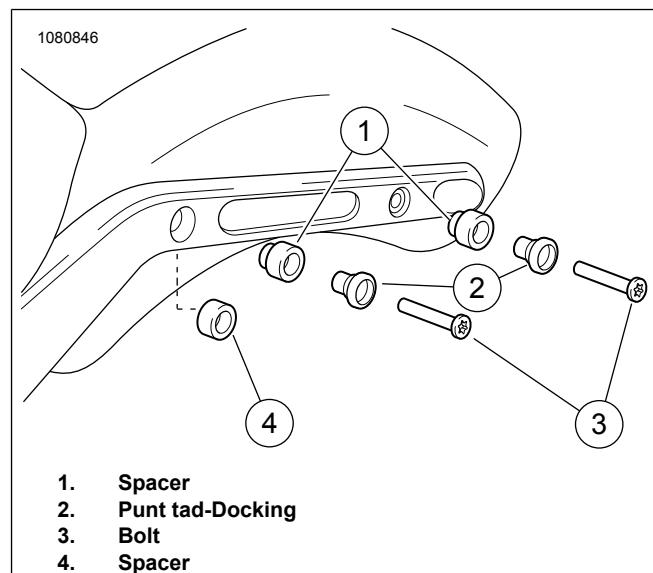

Figura 3. Punti tad-Docking tal-Fender Strut
1. Ara Figura 3 . Installa l-spacer (1) u l-punt tad-docking (2) fuq l-fender strut bolt (3) **il-ġdid** .
3. **Kitt 90201513A, 90201645A:** Installa l-ispażjatur (4) fuq il-punt tal-iddokkjar ta' quddiem bejn l-istrut tal-fender u l-ispażjatur (1).